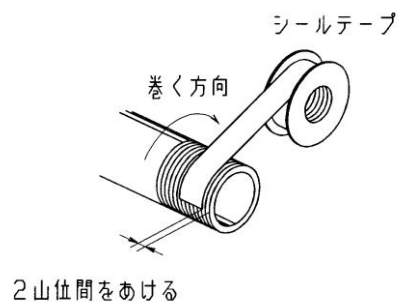

図 11 シールテープの巻き方
- 配管や継手類をねじ込む場合には、配管ねじの切粉やシール材が配管内部へ入り込まないようにしてください。なお、シールテープを使用される時は、図 11 に示すようにねじ部を 1.5~2 山残して巻いてください。